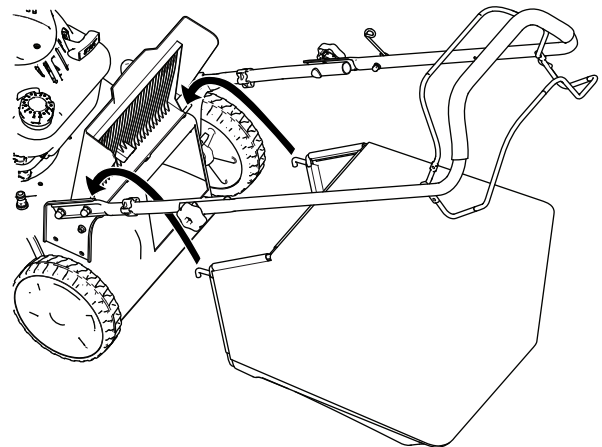

Figura 17
2. Levante y sujete la tapa trasera (Figura 17).
3. Instale el recogedor, asegurándose de que los pasadores del recogedor descansan en las muescas del manillar (Figura 17).
1. Levante y sujete la tapa trasera (Figura 17).